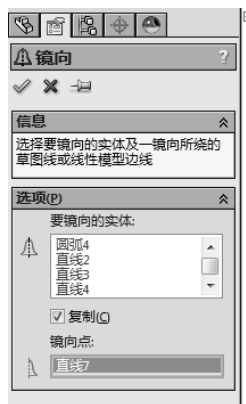

图 3-100 镜向属性设置
- [7] 单击 CommandManager 中的【草图】/【镜向实体工具】，在 PropertyManager 中，为要镜向的实体工具  选择草图实体，选择“复制以包括镜向复件和原始草图实体”，为【镜向点】 选择“构造几何线”，设置镜向属性如图 3-100 所示。